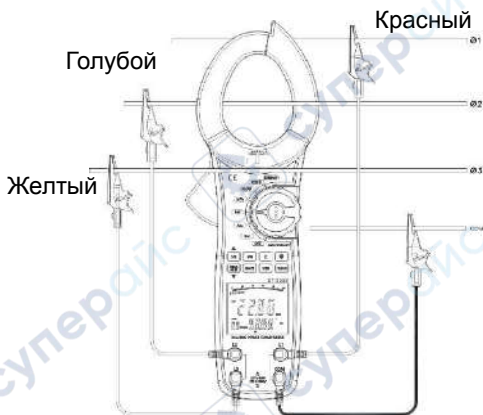

Рис. 6
3. Метод подключения (см. рис. 6, 7, 8):
● При измерении по схеме «3 фазы, 4 провода» подключить прибор, как показано на рис. 6.
Нажать кнопку  $\Sigma$  и удерживать в течение 1 секунды для перехода в нормальный режим измерения. На рис. 6  $\Sigma W = W1 + W2 + W3$ .
3. Метод подключения по схеме «3 фазы, 4 провода» или «3 фазы, 3 провода» показан на рис. 6 и 15.
3. Метод подключения схемы «3 фазы, 4 провода» и «3 фазы 3 провода», см. рис. 6 и 15.